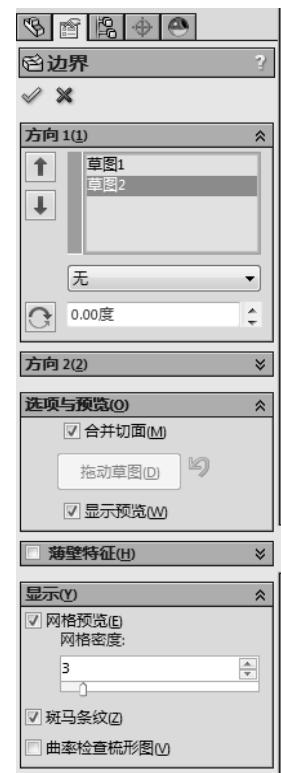

图 4-27 设置边界属性
- [3] 设置边界属性，在“方向 1”中选择两个草图“草图 1”和“草图 2”，相切类型中选择“无”，在“选项与预览”中选择“合并切面”和“显示预览”，在“显示”中选择“网格预览”和“斑马条纹”，如图 4-27 所示。